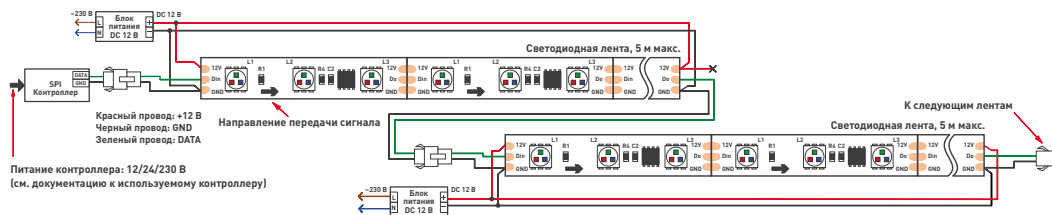
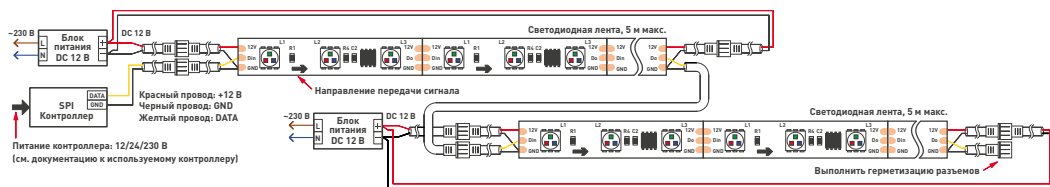
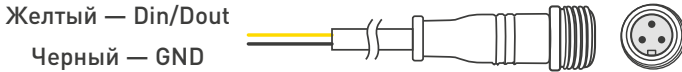

Рис. 1. Схема подключения ленты SPI-5000 и SPI-5000SE
Рис. 2. Схема подключения лент SPI-5000P и SPI 2-5000PGS
Рис. 4. Кабели питания и управления
- Подключите ленту по схеме на рис. 1 или рис. 2 в соответствии с типом ленты, соблюдая полярность и маркировку проводов. При подключении лент и соединении отрезков учитывайте направление передачи цифрового сигнала, указанное стрелкой на ленте. Вход сигнала управления имеет обозначение «Din», выход — «Dout». Для подключения используйте коннекторы из комплекта поставки. Руководствуйтесь маркировкой, нанесенной на ленту (см. таблицу), маркировкой на контроллере и информацией, приведенной на рис. 3 и рис. 4.
- Подключите ленту согласно используемой схеме (рис. 1 или рис. 2), соблюдая полярность.